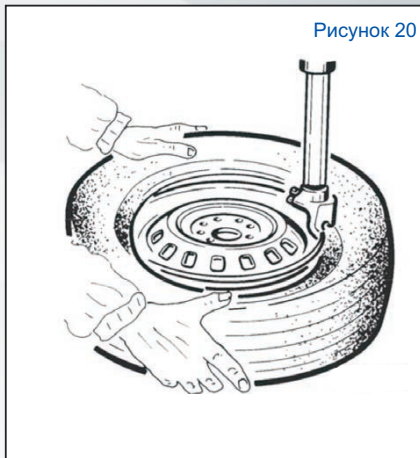

Рисунок 20
- Нажимая на педаль (12), поверните поворотный стол по часовой стрелке. При вращении колеса сбегающий край шины удерживайте в ручье обода (рисунок 20).